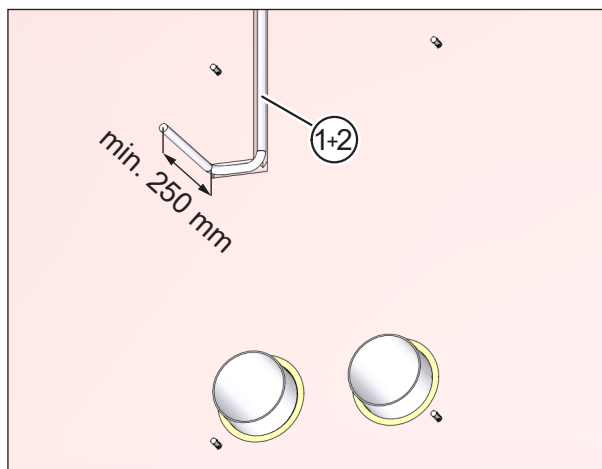

Fig. 23: Instalarea cablurilor de conectare
- ▶ Instalați cablurile de rețea (elementul 1 în Fig. 23) și cablul de control (dacă se utilizează) (elementul 2 în Fig. 23). Cablurile trebuie să ajungă la aproximativ 250 mm dincolo de zid.